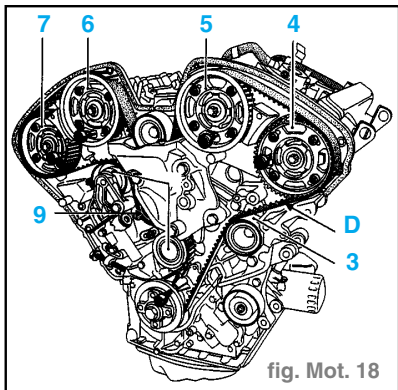

fig. Mot. 18
- Mettre en place la courroie sur le galet enrouleur (3) en s'assurant que le brin (D) de la courroie soit bien tendue. (fig. Mot. 18)
- Tourner légèrement le pignon d'arbre à cames (4) dans le sens inverse horaire, afin d'engager la courroie sur le pignon.
- Effectuer la même opération pour les pignons (5), (6) et (7).
- Engager simultanément la courroie sur les galets (8) et le pignon (9).
- les arbres à cames (4), (5), (6), et (7). (fig. Mot. 18)